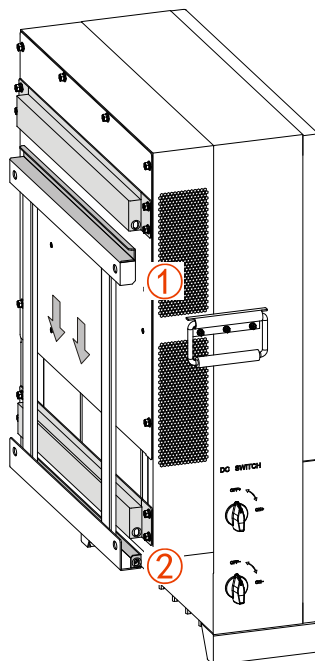

Figura 3-7 Fixe o inversor no suporte de instalação
- Etapa 5 Conforme mostrado na Figura 3-7, levante o inversor e coloque os furos da parte traseira do inversor na saliência do suporte de instalação (total de duas posições) lentamente. Não se pode soltar o inversor até que ele esteja fixado firmemente.